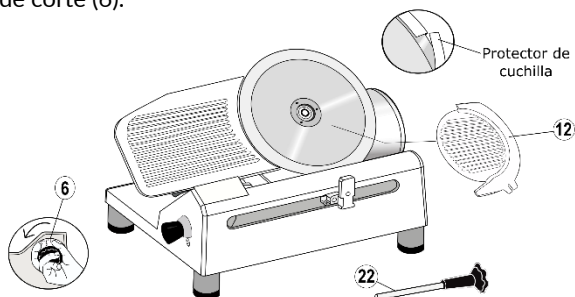

FIG 1. CÓMO QUITAR PROTECTOR DEL DISCO DE-CUCILLA
- 1 Caja Afilador (13)
- C. Saque el ensamble de carro. Haga lo mismo con el ensamble de la base (10) levantándolo con la ayuda de otra persona.
- E. Retire el protector plástico de la orilla de la cuchilla o disco (5) siguiendo las siguientes instrucciones (**Ver Fig. 1**):